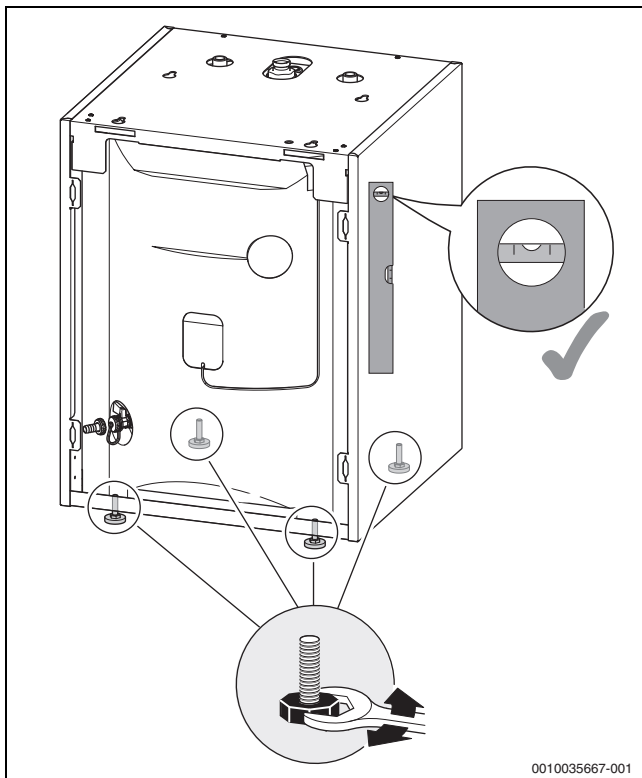

Bild 9 Speicher ausrichten
- ▶ Gerät über die Stellfüße des Speichers ausrichten (→ Bild 9, Seite 13).